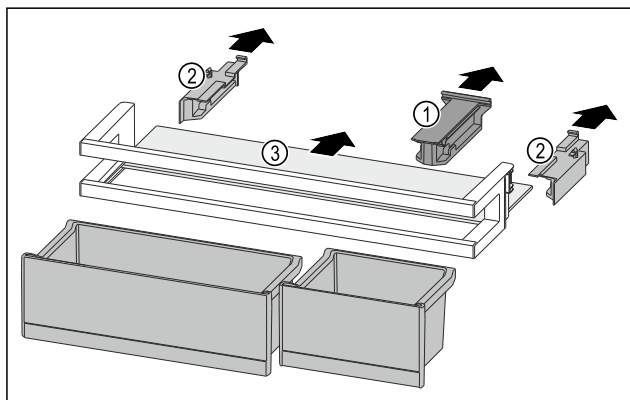

Fig. 121
- Držák Fig. 121 (1) stáhněte.
- Boční díly Fig. 121 (2) stáhněte.
- Odkládací plochu Fig. 121 (3) odeberte.